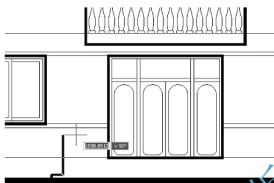

图 4.64 绘制台阶局部轮廓
② 在当前线宽为 0.0000，指定下一个点或 [圆弧(A)/半宽(H)/长度(L)/放弃(U)/宽度(W)]：提示下，输入 “W” 后按 Enter 键，指定要修改线宽。
- ③ 在指定起点宽度 $\langle 0.0000 \rangle$ :提示下,输入“50”。
- ④ 在指定端点宽度 $\langle 0.0000 \rangle$ :提示下,输入“50”。将多线的线宽由“0”改为“50”。打开【正交】功能并将光标垂直向上拖动。
- ⑤ 在指定下一个点或[圆弧(A)/半宽(H)/长度(L)/放弃(U)/宽度(W)]:提示下,输入“150”后按Enter键,这样就画出台阶的高度150mm。
- ⑥ 在指定下一个点或[圆弧(A)/半宽(H)/长度(L)/放弃(U)/宽度(W)]:提示下,将光标水平向右拖动,输入“300”后按Enter键,这样就画出台阶的宽度300mm,结果如图4.64所示。